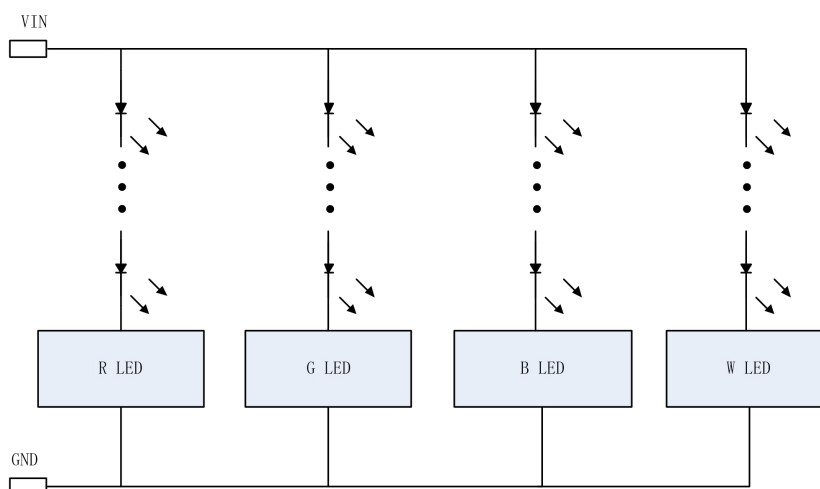

图 11.1 四路共阳连接电路示意图
5. 当 Hi7003 系统工作在 RGBW 并联工作时，多路系统与 LEDs 模组连接推荐共阳布线，示意图见图 11.1，四路 RGBW LEDs 系统布局布线见图 11.2；